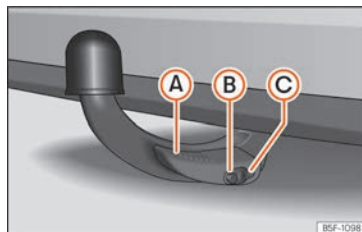

Fig. 258 Bola desmontable fijada correctamente
- La palanca (A) » fig. 258 está totalmente levantada.
- El perno de desbloqueo (B) » fig. 258 sobresale completamente (su parte roja y verde es visible).
- La tapa (C) » fig. 258 está colocada sobre la cerradura.